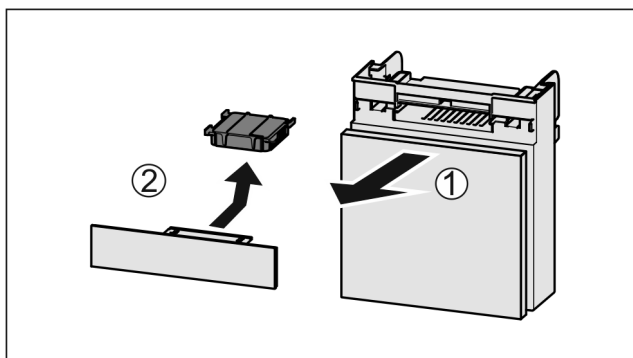

Fig. 102
- ▶ Издърпайте Fig. 102 (1) напред от отделениято.
- ▶ Извадете Fig. 102 (2) филтъра с активен въглен.